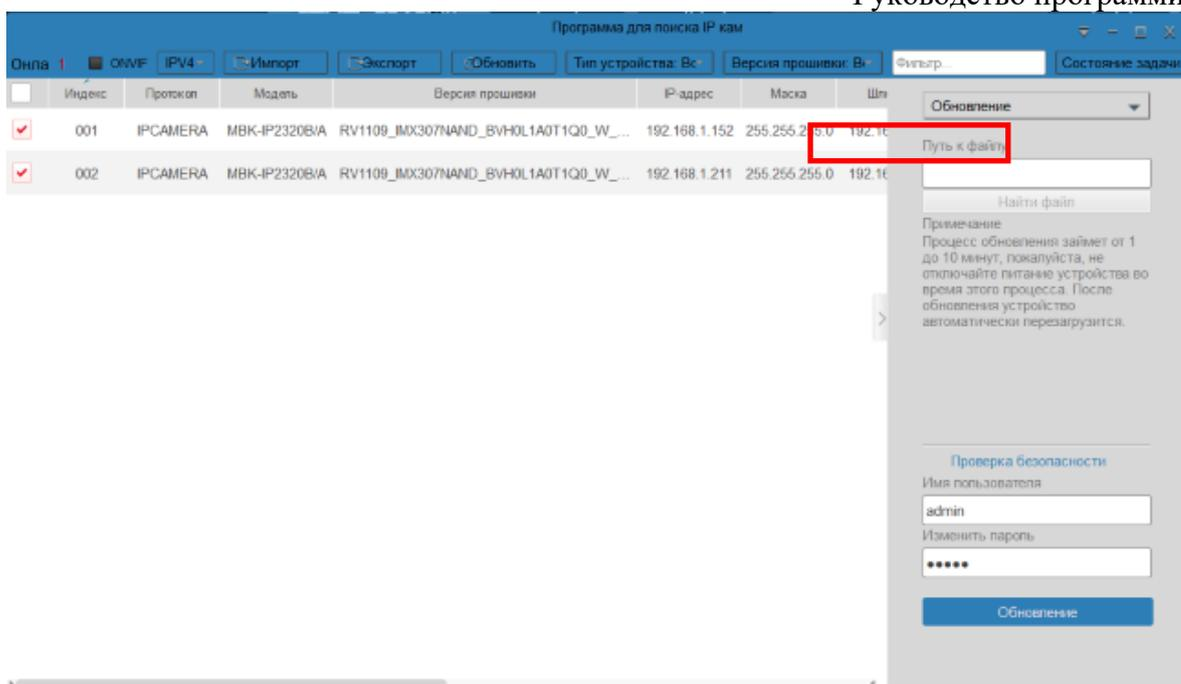

Рисунок 5
2.16. Нажать на строку «Найти файл» (рисунок 5).